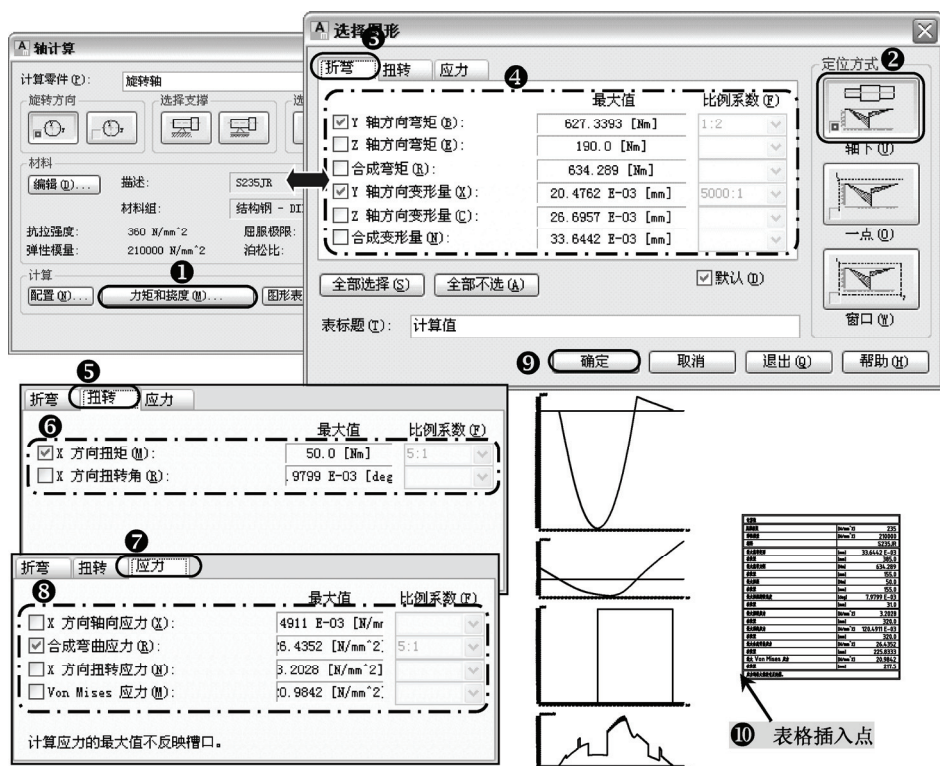

图 13-18 力矩和挠度设置
10) 单击“计算”选项中的“力矩和挠度”按钮,弹出“选择图形”对话框,在对话框中设置好相关参数,单击“确定”按钮,弹出一个计算结果的表格,指定该表格的插入点,返回“轴计算”对话框,如图 13-18 所示。